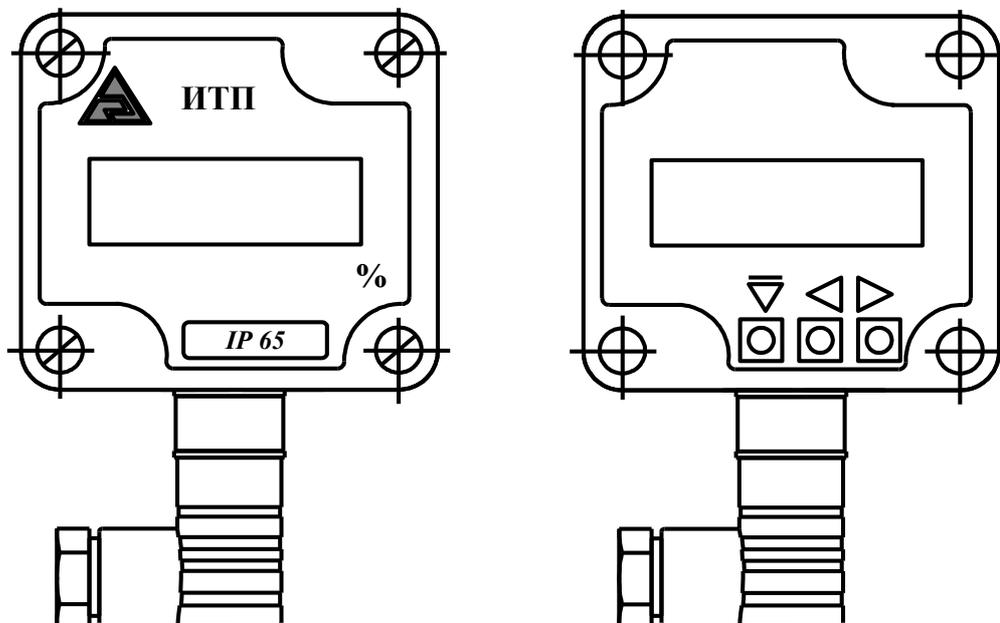

Рисунок 1 - Внешний вид передней панели прибора ИТП-Н1 и расположение кнопок (под крышкой)
5.3.3 На передней панели прибора (Рисунок 1, Рисунок 2) находятся:
– кнопки управления  $\triangleleft \triangleright$  и  $\blacktriangledown$  (в ИТП-Н1 – под прозрачной крышкой; смотри Рисунок 1).